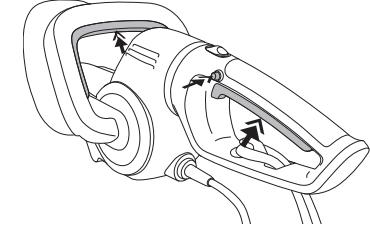

Fig. 3
- Appuyez sur l'interrupteur de sécurité et maintenez-le enfoncé (Fig. 3). Ceci rend l'interrupteur à gâchette opérationnel.